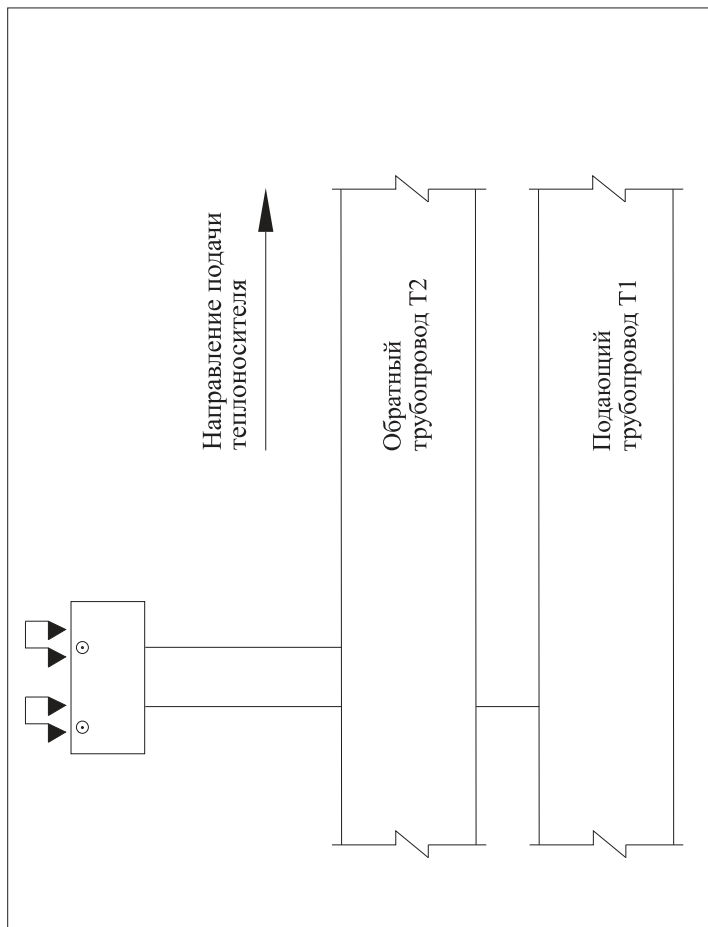
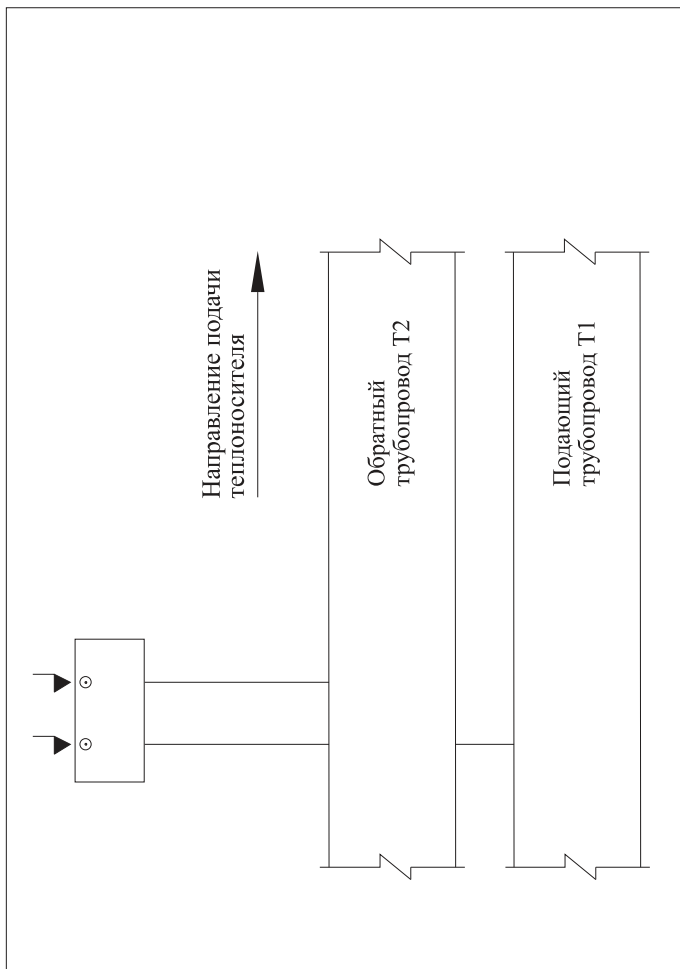

Рис. 2 Соединение одной двухтрубной системы ОДК
Рис. 3 Разъединение/закольцовка одной двухтрубной системы ОДК
- 2.1. Соединение одной двухтрубной системы ОДК в промежуточной точке контроля - **Рис. 2, 5.**
- 2.2. Разъединение/закольцовка одной двухтрубной системы ОДК в промежуточной точке контроля – **Рис. 3, 6.**
на принципиальной схеме (Рис. 2)	на электрической схеме (Рис. 3, 4)